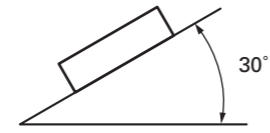

Fig. 1
- If installation angle exceeds 30° from horizontal, the unit might not give its optimum performance. (Fig. 1)
- Se o ângulo de instalação exceder de 30° desde a horizontal, o aparelho pode não atingir sua performance ótima (Fig. 1).